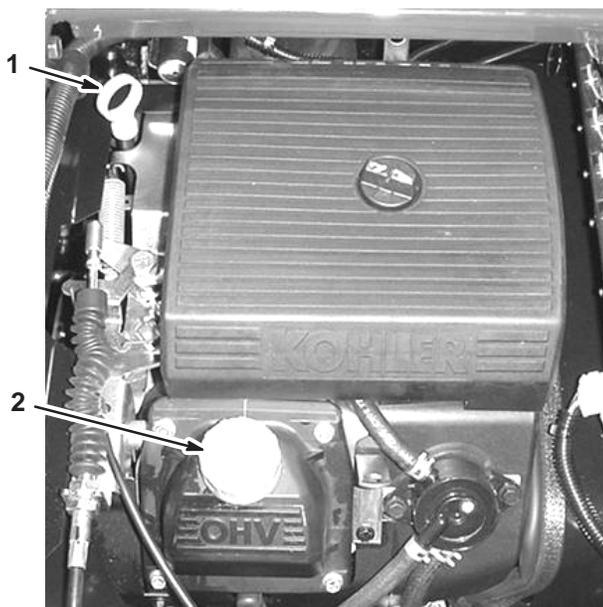

Figure 5
2. Retirez la jauge et essuyez-la sur un chiffon propre (Fig. 5). Remettez la jauge dans le tube en vérifiant qu'elle est enfoncée au maximum. Sortez de nouveau la jauge et vérifiez le niveau d'huile.
3. Si le niveau d'huile est bas, retirez le bouchon de remplissage du couvre-culasse (Fig. 5) et ajoutez la quantité d'huile nécessaire pour amener le niveau au repère maximum sur la jauge. Reportez-vous à la section Changement de l'huile moteur et du filtre, page 32, pour connaître le type d'huile et la viscosité qui conviennent. Versez l'huile lentement et vérifiez souvent le niveau durant la procédure. **Ne remplissez pas excessivement.**